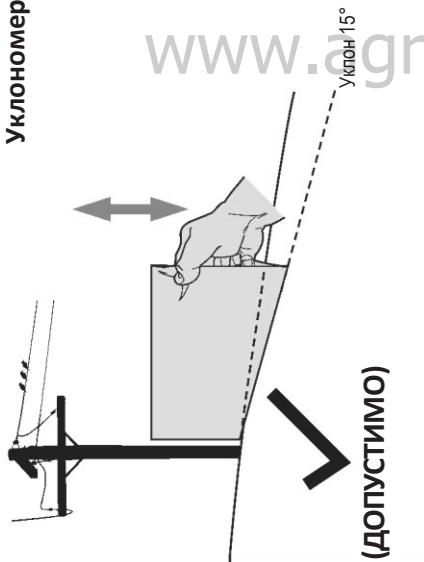
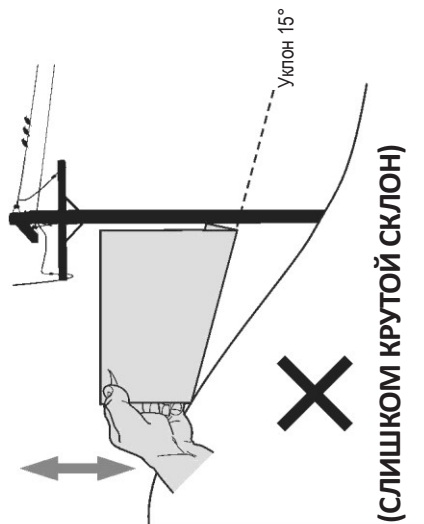

Рис. 1
Рис. 2
3. Совместите одну из боковых сторон шаблона с линией объекта (см. рис. 1 и рис. 2).
4. Двигая шаблон вверх и вниз, совместите левый угол шаблона с линией уклона (см. рис. 1 и рис. 2).
5. Если между нижней частью шаблона и линией земной поверхности есть просвет, значит, угол слишком крут для безопасной работы (рис. 2 сверху).